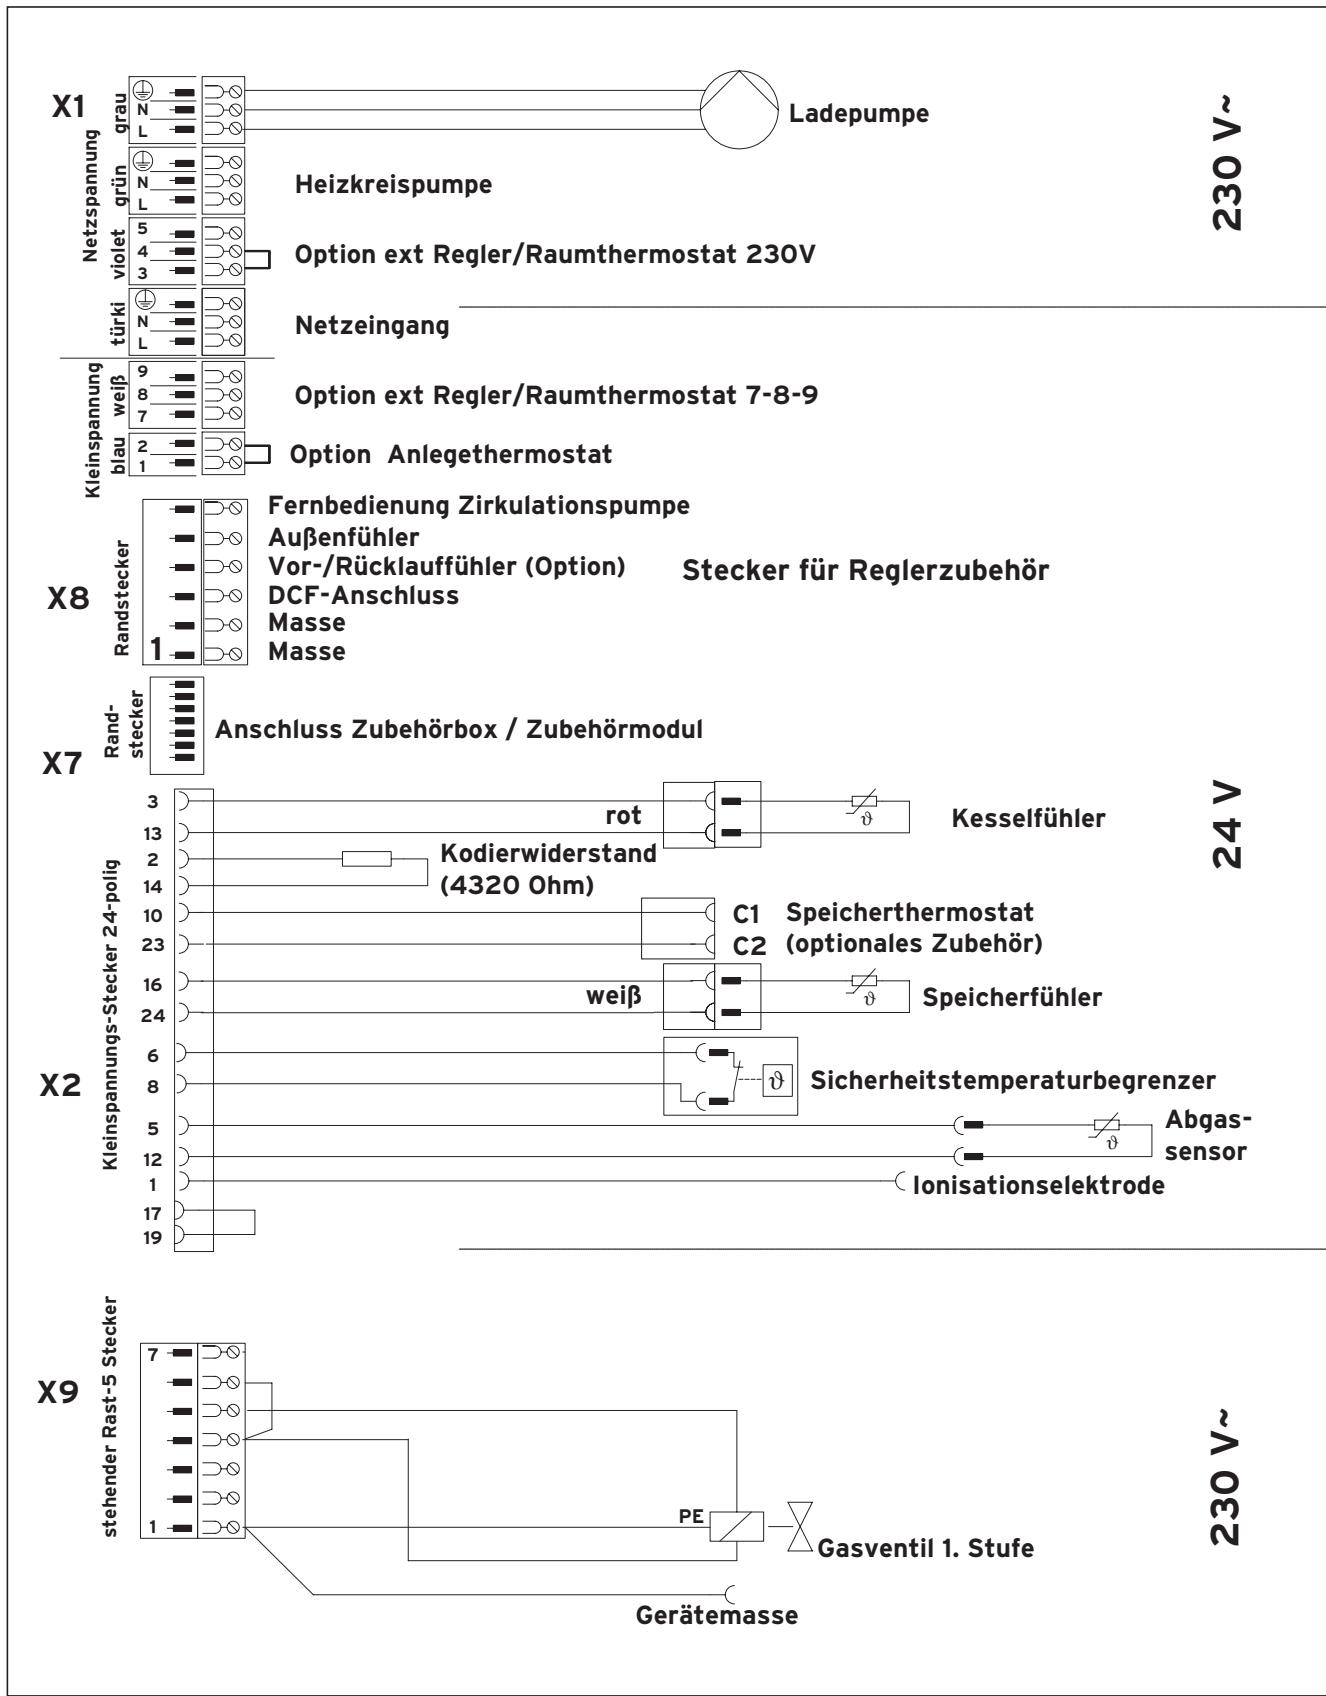

Abb. 4.5 Elektro-Anschlüsse atmoVIT combi
- Schließen Sie die Wassermangelsicherung potentialfrei am „Anlegethermostat“ (Pro E) und die Abgasklappe am Zubehör an (die Lage der Anschlüsse ist in Abb. 4.5 dargestellt).